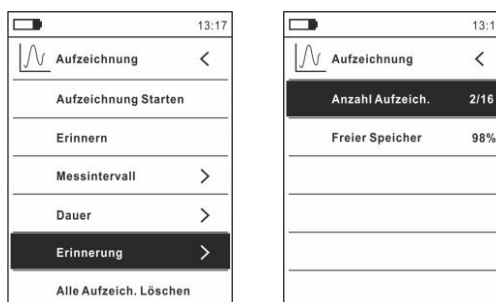

Fig. 41: Data Logger Funktion – Inhalt des Speichers
23. Wählen Sie den Eintrag "Erinnerung" (siehe Fig. 41 – linke Seite) und drücken Sie die Taste **►**. Die Bildschirmseite in Fig. 41 – rechte Seite erscheint im Display